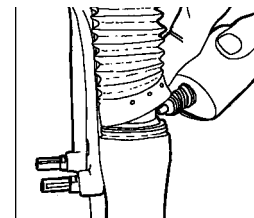

Fig. 3
1. Sortez les gaines de fourche des tubes inférieurs. Puis essuyez les surfaces externes, la zone du joint Resi-wiper et le tube supérieur. Appliquez 2 à 3 gouttes d'huile fortifiée au Téflon sur les tubes supérieurs, au Resi-wiper. (Voir Fig. 3)